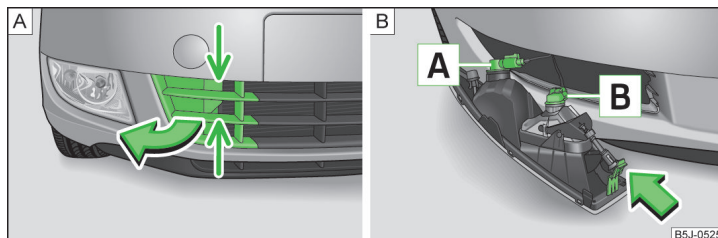

Abb. 165 Vorderer Stoßfänger: Schutzgitter / Ausbau des Nebelscheinwerfers
Glühlampenordnung » Abb. 165
› Abb. 165 - **A** und die Abdeckkappe in Pfeilrichtung herausnehmen.
- › Die Hand in die Öffnung im Schutzgitter führen und die Rastnase » Abb. 165 - **B** in Pfeilrichtung drücken.